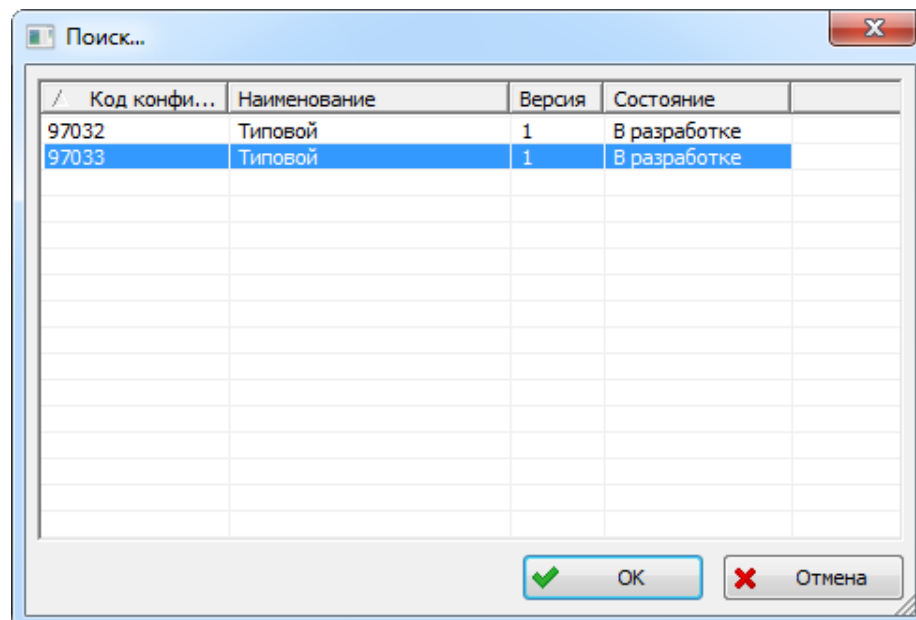

Рис. 10-216 – Выбор конфигурации для сравнения
- 1) Выбрать в таблице правого окна редактора конфигурацию и нажать кнопку «Сравнить конфигурации» на вкладке «Поиск и сравнение». После этого появится диалоговое окно «Сравнение конфигураций» (рис. 10-216).